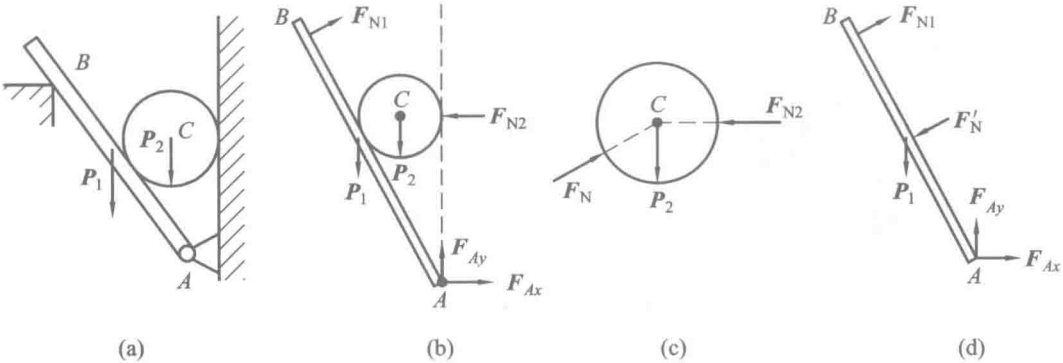

图 1.7
例 1.1 画出图 1.7(a)所示物系整体及各个物体的受力图。所有接触处均光滑。
解 (1) 整体受力分析如图 1.7(b)所示：先画主动力，杆和球的重力；再画反力，整体与周围物体有三个接触点，A 为固定铰链支座，B、C 为光滑接触面约束。
(2) 分别取各物体进行受力分析，遵循的原则是从受力简单的物体到受力复杂的物体。先画球，再画 AB 杆，如图 1.7(c)、(d)所示，注意整体与局部同样的力符号相同。